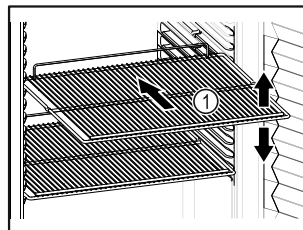

Fig. 60 Beispielhafte Darstellung
- Wenn Abstellroste und/oder Medikamentenschubfächer Fig. 60 (1) versetzbar sind, je nach Höhe anpassen.